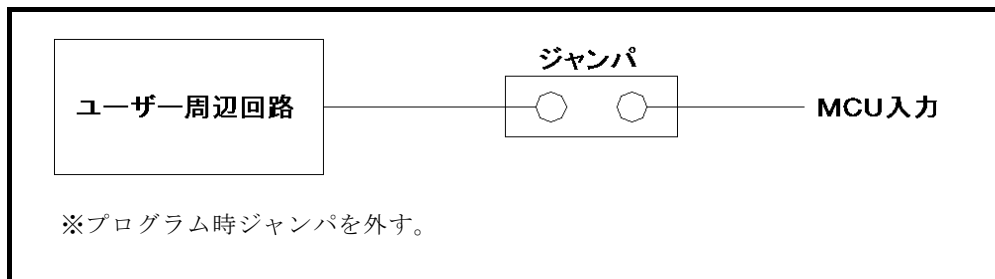

図3.2 ジャンパによる衝突防止回路例
(2) ユーザー周辺回路が出力回路となっている場合の衝突防止回路例を図3.2に示します。